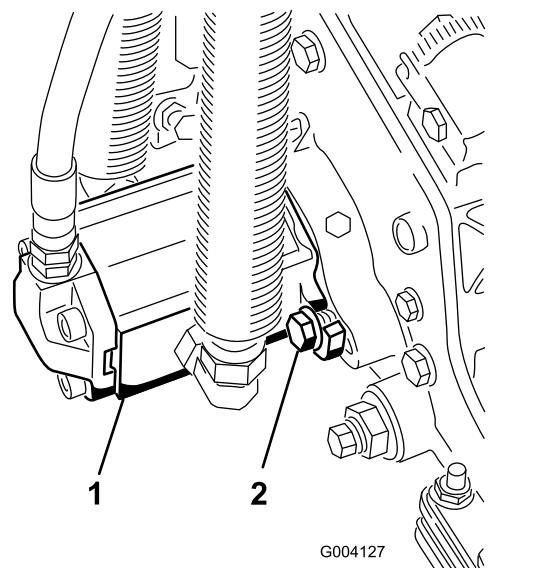

Figura 20
16. Instale el motor girándolo en el sentido de las agujas del reloj de modo que las bridadas del motor no choquen con los pernos (Figura 20). Gire el motor en el sentido contrario a las agujas del reloj hasta que las bridadas rodeen los pernos, luego apriete los pernos.